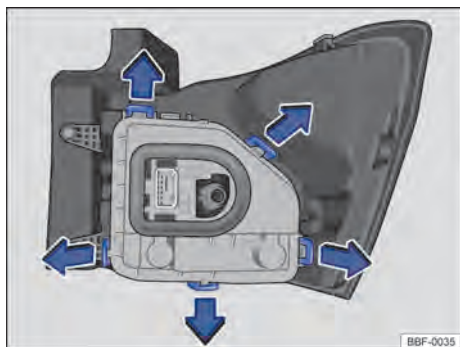

Fig. 187 Lanterna traseira: desinstalar o suporte das lâmpadas
-  Para destravar o suporte das lâmpadas, pressionar cada lingueta de travamento → Fig. 187 no sentido das setas.
-  Instalar o suporte das lâmpadas na lanterna traseira. As linguetas de travamento → Fig. 187 devem encaixar de forma audível.